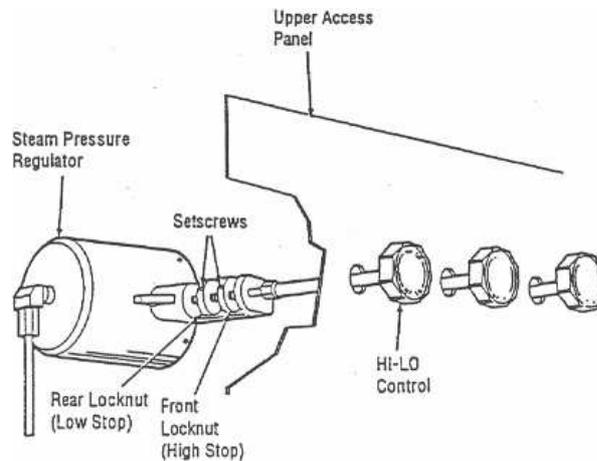

Figura 1.
- c. Ponga la válvula en HI o LO de acuerdo al ciclo que vaya a ejecutar (vea *control manual para regular la presión* Figura 1). Por ejemplo ponga la válvula en LO si se ejecutará un ciclo Líquido.